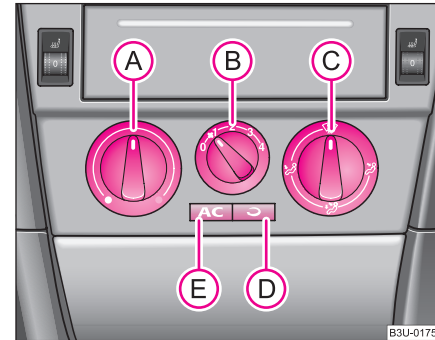
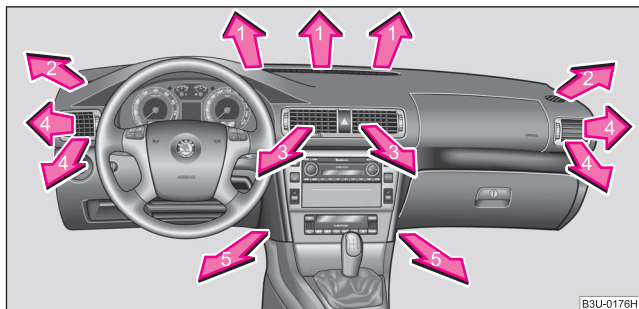
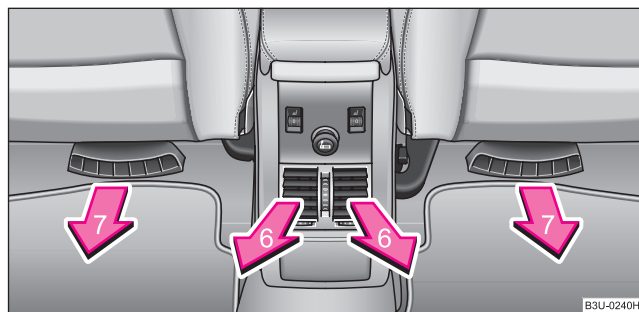

Fig. 107 Instalația de climatizare: Elementele de comandă
Fig. 108 Gurile de ventilație din față
Fig. 109 Gurile de ventilație din spate
Instalația de climatizare funcționează numai când tasta  => pagina 109, fig. 107  este apăsată și se îndeplinesc următoarele condiții:
- Rotiți regulatorul rotativ **(A)** ⇒ fig. 107 spre dreapta pentru a mări temperatura.
- Regulatorul rotativ **(A)** ⇒ pagina 109, fig. 107 spre dreapta până la limită,*
- Gurile de ventilație **4** ⇒ pagina 112, fig. 108 deschise și îndreptate spre geamurile laterale.
- Regulatorul rotativ **(A)** ⇒ pagina 109, fig. 107 spre stânga până la limită,*
- Gurile de ventilație **3** și **4** ⇒ pagina 112, fig. 108 deschise,*
- Apăsați comutatorul  ⇒ pagina 109, fig. 107, simbolul din comutator  se aprinde.
Când regulatorul **(C)** ⇒ pagina 109, fig. 107 se află în poziția , recircularea aerului este oprită automat, resp. nu poate fi pornită.
Admisia aerului prin fiecare gură de ventilație se reglează de la regulatorul **C** ⇒ pagina 109, fig. 107. Gurile de ventilație **3** și **4** ⇒ fig. 108 și **6** ⇒ fig. 109 pot fi reglate și fiecare separat.
Prin gurile de ventilație deschise este admis aer încălzit, rece sau răcit, în funcție de poziția regulatorului **A** ⇒ pagina 109, fig. 107 și de condițiile climatice.
Gurile de ventilație din spate din zona picioarelor **7** se acționează împreună cu gurile de ventilație **5**. Regulatorul distribuției aerului **C** ⇒ pagina 109, fig. 107 în poziția . ■